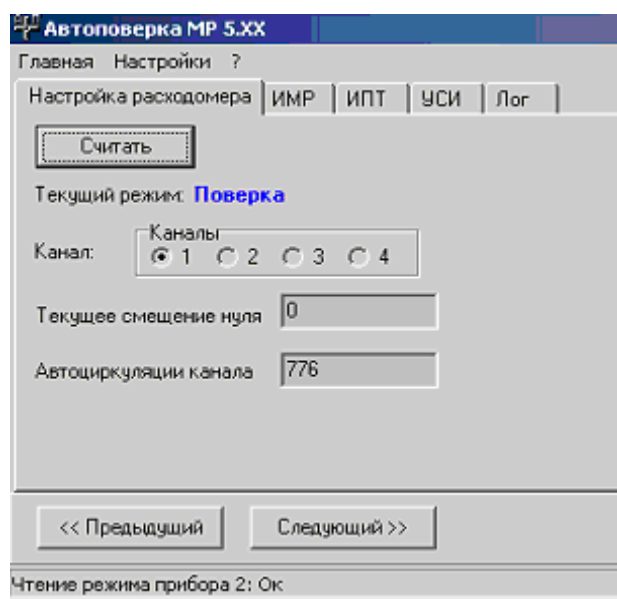

Рис.19. Вид вкладки «Настройка расходомера».
2.5.3.4. Нажать кнопку **Следующий** (либо кнопку **Предыдущий**, если описывали токовый выход) и в открывшейся вкладке **Настройка расходомера** выбрать поверяемый канал. Провести подсчет числа автоциркуляций, нажав кнопку **Считать** (рис.19).